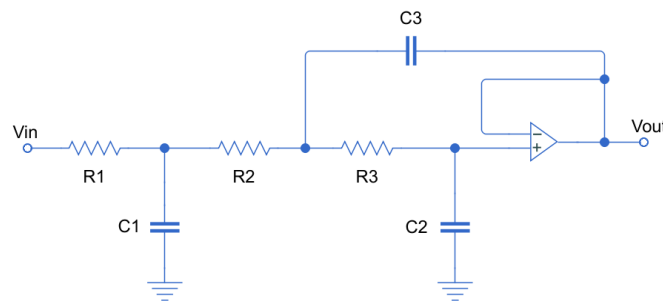

Figura 1. Circuito a trabajar en el laboratorio 1.
1. Consideren los siguientes valores de resistencias y capacitancias para el circuito mostrado en la Figura 1: $R_1 = 1 \text{ k}\Omega$, $R_2 = R_3 = 10 \text{ k}\Omega$.
Usen tablas para organizar parámetros y resultados numéricos. **Asegúrense de numerar y titular todas las figuras/gráficas y tablas** (ej. Figura 1. Respuesta a un escalón de 5 V en lazo abierto, simulación).